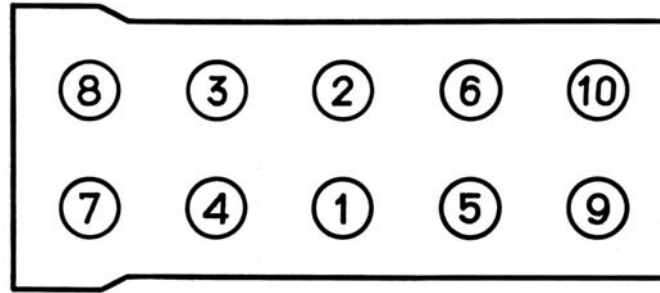

Рис. 3.1.68. Последовательность затяжки болтов крепления головки цилиндров
- затяжка моментом 67,7-80,4 Н·м (6,77-8,04 кгс·м) в последовательности, указанной на рис. 3.1.68;
- доворот болтов на угол 70° - 75° (допускается производить в два приема в последовательности, указанной на рис. 3.1.68).